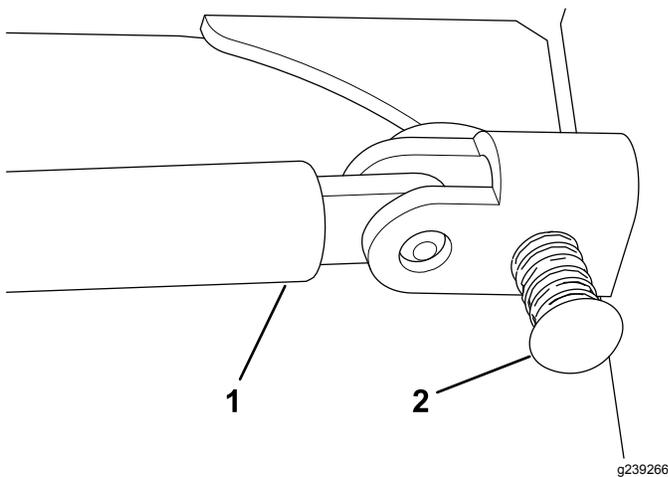
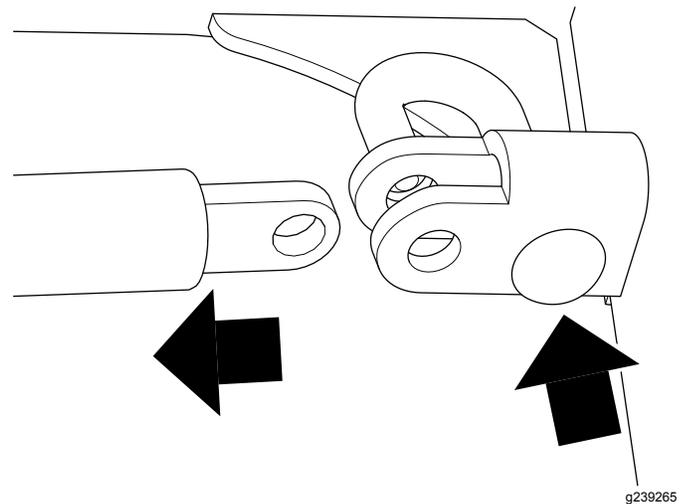

Figure 12
Figure 13
1. Tirez la goupille à ressort vers le haut et sortez l'arrêt de porte du support (Figure 12 et Figure 13).